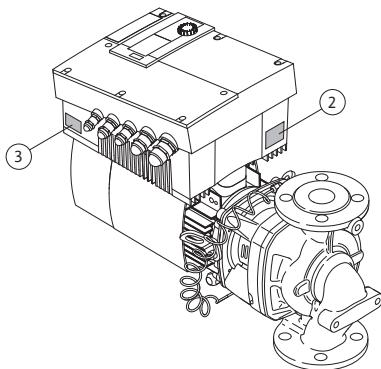

Fig. 12: Розміщення заводських табличок:
- Заводська табличка приводу знаходитьться на електронному модулі з боку кабельних вводів (Fig. 12, п. 3). Електричне під'єднання слід виконувати згідно до даних, наведених на заводській табличці приводу.